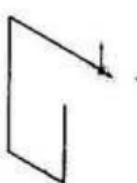
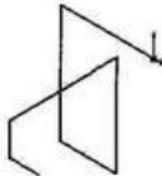

图 2-68 绘制 XY 平面的草图
图 2-69 绘制 3D 草图
- (3) 单击草图工具栏中的 (直线) 工具，移动鼠标指针到图形区域，此时指针形状变为 ，现在以草图原点为直线的起点开始在 XY 平面上绘制草图。
(4) 按住鼠标左键不放移动鼠标指针，当指针形状变为 \downarrow ，表示 X 水平方向时，沿着推理引导线的指示拖动鼠标指针，在距离起始位置一定长度的地方按下鼠标左键，完成直线段的绘制。继续在此平面上绘制直线，如图 2-68 所示。
(5) 按下<Tab>键，转换绘制平面。此时推理指针形状变为 \nwarrow ，表示接下来的操作将在 YZ 平面上进行草图的绘制。按照步骤(4)的方法继续绘制直线。
(6) 根据需要不断切换草图绘制面，最终完成如图 2-69 所示的 3D 草图。